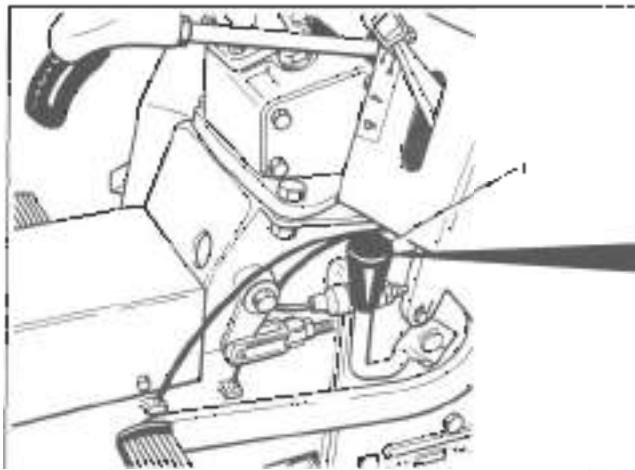

Fig. 8 - Bild 8
il suo senso di rotazione rimane il medesimo anche in retromarcia. Una leva di comando, a due posizioni, consente di selezionare due differenti rapporti di marcia, per cioè vedere la fig. 8: è una leva per l'avantaggio di marcia, e funzione operativa.
1. Tenere la leva di marcia in posizione neutrale e, attivando la rispettiva leva di comando (fig. 8, part. 1), a posizione 540 (verso destra), sollevando la leva di marcia allo stesso tempo.
2. Invece, se presa di potenza allo scatto desiderata, sollevando la rispettiva leva di comando (fig. 8, part. 1) a posizione 900 (verso sinistra), assicurarsi che la leva sia completamente innestata.